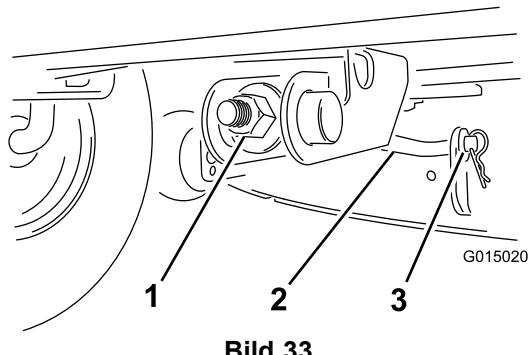

Bild 33
- Entfernen Sie den Splint und die Scheibe von der vorderen Stützstange (Bild 33) und senken Sie das Mähwerk vorsichtig auf den Boden ab.
- Befestigen Sie die vordere Stützstange mit der Scheibe und dem Splint am Mähwerk (Bild 33).